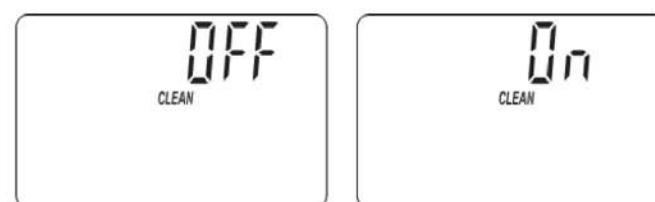

РИС. 16
2. Нажмите кнопку SELECT снова для отображения одного из экранов «Clean», показанных на Рис. 16.